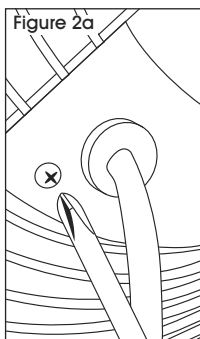

Figure 2a
3. For rear grills, remove ground wires with a 11/32" wrench and Phillips head screwdriver. (See Figures 2a and 2b)
3. Pour les grilles arrière, retirez les fils de mise à la terre avec une clé de 11/32 po et un tournevis cruciforme. (Voir Figures 2a et 2b)